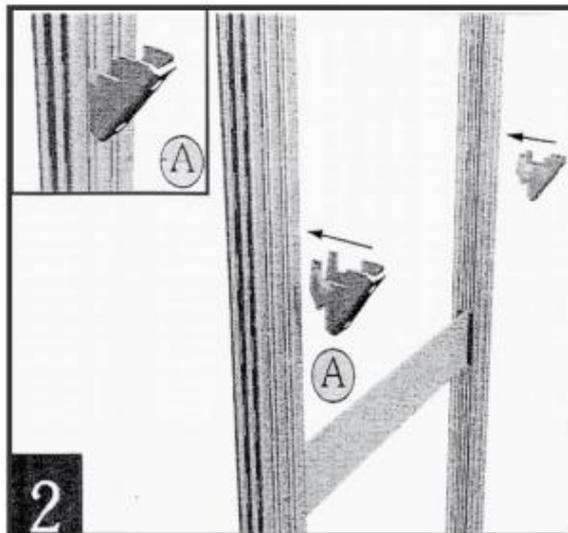

Рис.2 Установка кронштейнов для полок
2. Определитесь с уровнем полок, установите на всех спаренных стойках на одном уровне кронштейны для полок (рис. 2).